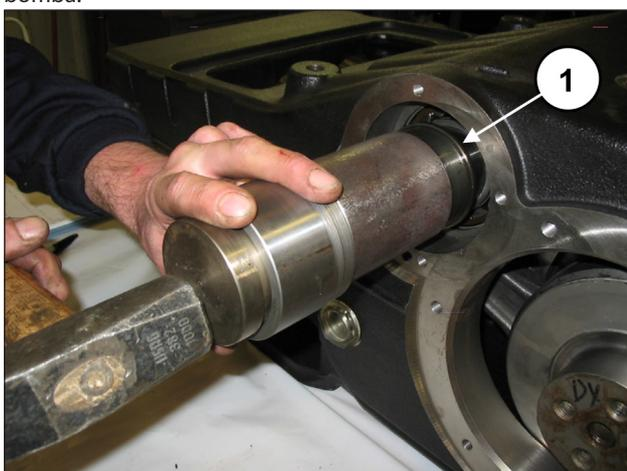
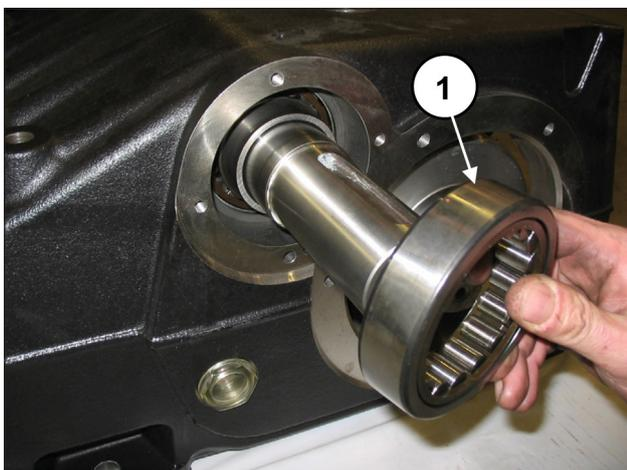

Fig. 61
Fig. 62
Introducir la anilla interna (pos. ①, Fig. 61) y la anilla externa (pos. ①, Fig. 62) de un cojinete desde un único lado de la bomba.
Introducir la anilla interna (pos. ①, Fig. 61) y la anilla externa (pos. ①, Fig. 62) del último cojinete.